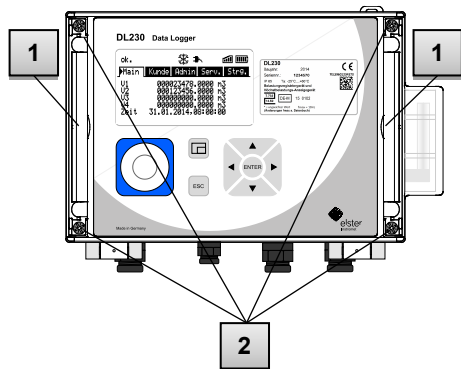

Abb. 22
11. Schließen Sie das Gehäuse mit Hilfe der vier Gehäusedeckelschrauben (Abb. 22, Pos. 2).